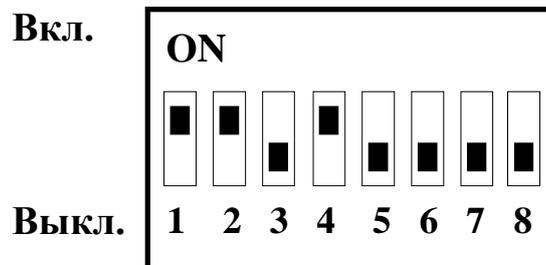

Рис. 2. Переключатель программирования
- открыть крышку ЦП, закрывающую доступ к разъёмам внешних соединений, и установить на переключателе программирования, расположенного в ЦП, движки первого, второго и четвёртого разряда в положение "Вкл." (вверх), а движки остальных разрядов должны быть установлены в положение "Выкл." (вниз) согласно рис.2;